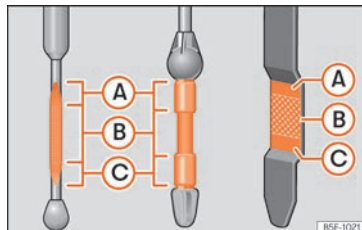

Fig. 230 Jauge d'huile moteur
- Puis retirez-la à nouveau et vérifiez le niveau d'huile » fig. 230. Faites l'appoint d'huile moteur si nécessaire.
• Dès que le niveau d'huile atteint la zone »» fig. 230 (B), revissez soigneusement le bouchon de l'orifice de remplissage »» ❶.
Ne démarrez pas le moteur si le niveau d'huile se trouve au-dessus de la zone »» fig. 230 (A). Risque d'endommagement du moteur et du catalyseur ! Prenez contact avec un atelier spécialisé.
Le niveau d'huile ne doit en aucun cas dépasser la zone »» fig. 230 (A). Sinon, de l'huile risque d'être aspirée par l'aération du carter-moteur et d'être rejetée dans l'atmosphère à travers le système d'échappement.
❶ Nota